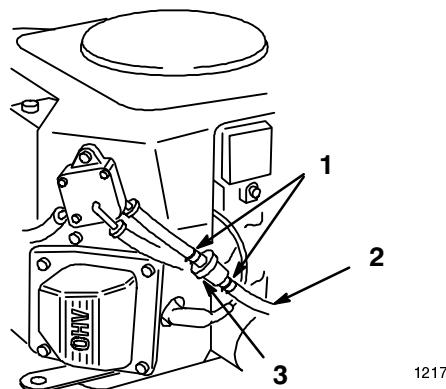

Bild 31
4. Drücken Sie die Enden der Schlauchschellen zusammen und schieben sie vom Filter weg (Bild 31).